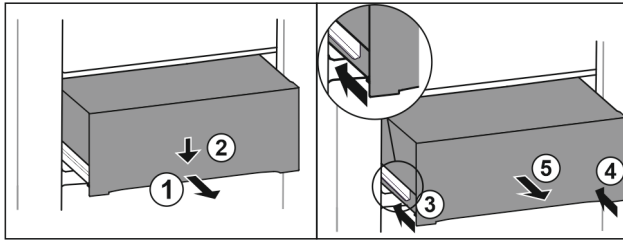

Fig. 216
- ▶ Schubfach halb herausziehen. Fig. 216 (1)
- ▶ Schubfach an der Vorderseite nach unten drücken. Fig. 216 (2)
- ▶ Linke Schiene etwa 2 cm einschieben. Fig. 216 (3)
- ▶ Rechte Schiene etwa 2 cm einschieben. Fig. 216 (4)
- ▶ Schubfach nach vorne entnehmen. Fig. 216 (5)